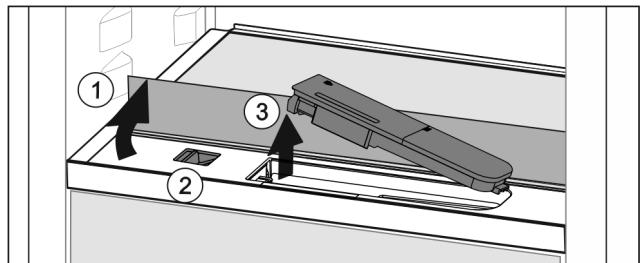

Fig. 42
- ▶ Підняти скляну панель і відкинути до упору назад Fig. 42 (1).
- ▶ Посуньте повзунок Fig. 42 (2) уліво.
- ▶ Вийняти бак для води Fig. 42 (3).